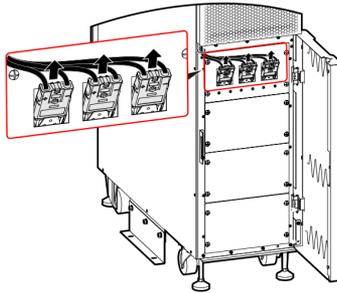

Figura 3-9 Desconexión de las tomas
Paso 2 Desenchufe las tres tomas, como se muestra en la figura 3-9.